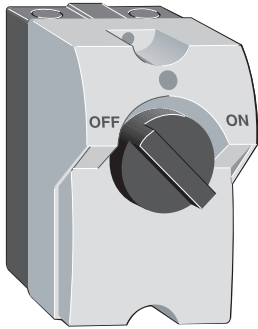

Fig. 5 - Kunststof kast met draaibediening
- in individuele waterdichte kast (fig. 5, 6 en 7) IP 55, met draaibediening